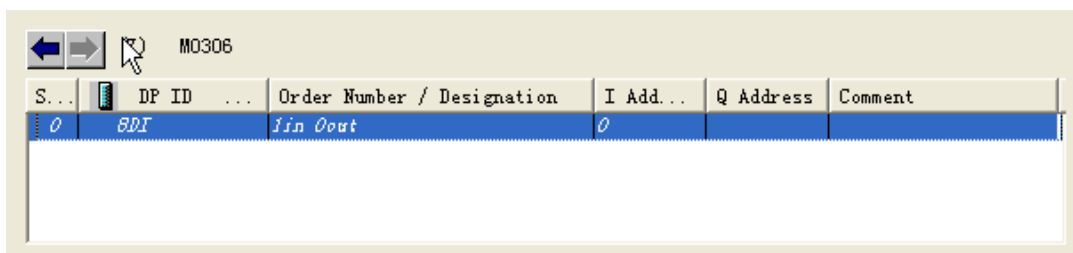

图 5.8 M0306 功能块
1) 回到 Step7 软件的硬件组态界面，单击 M0306 模块图标 ，可以在界面下方的菜单栏中看到 M0306 模块中的功能块信息，如下图 5.8 所示：